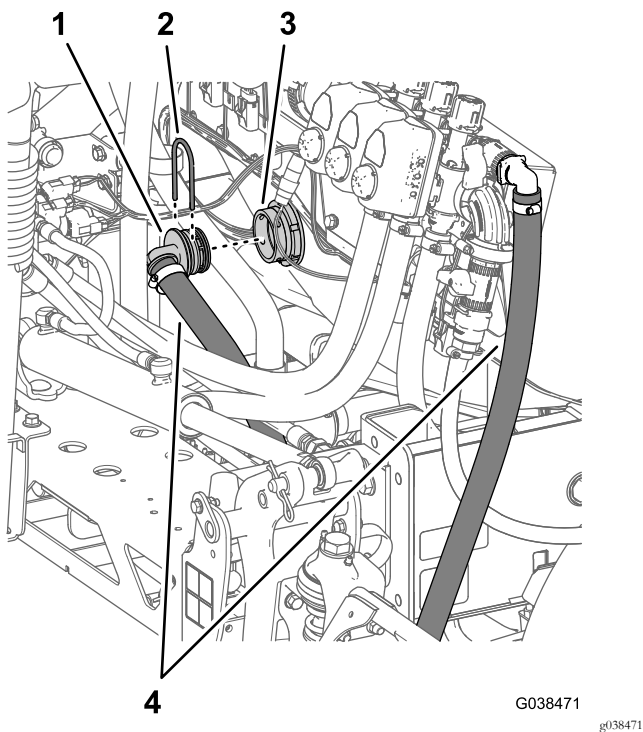

Рисунок 100
3. Проложите перепускной шланг секции вокруг правого швеллера рамы в направлении переходного штуцера в баке опрыскивателя, как показано на Рисунок 100.
4. Установите прямоугольный штуцер типа «елочка» перепускного шланга секции на переходной штуцер (Рисунок 100).
5. Прикрепите прямоугольный штуцер к переходному штуцеру (Рисунок 100) с помощью держателя (большого), снятого при выполнении пункта 1 в разделе Демонтаж перепускного шланга секции (страница 17).